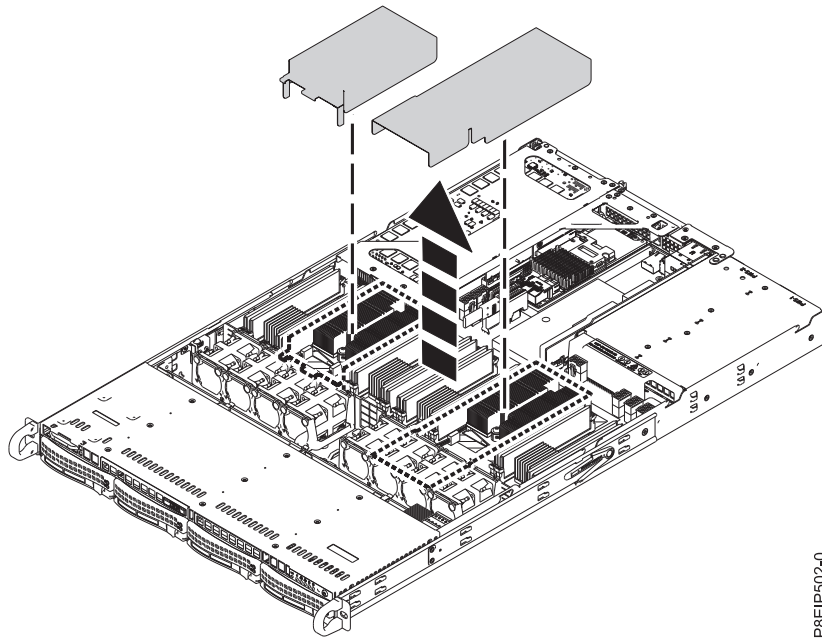

図 46. プロセッサー・エア・バッフルの取り外し
3. プロセッサ・エア・バッフルを取り外します (46 ページの図 46 を参照)。プロセッサ・エア・バッフルを慎重に外して、システムから持ち上げます。